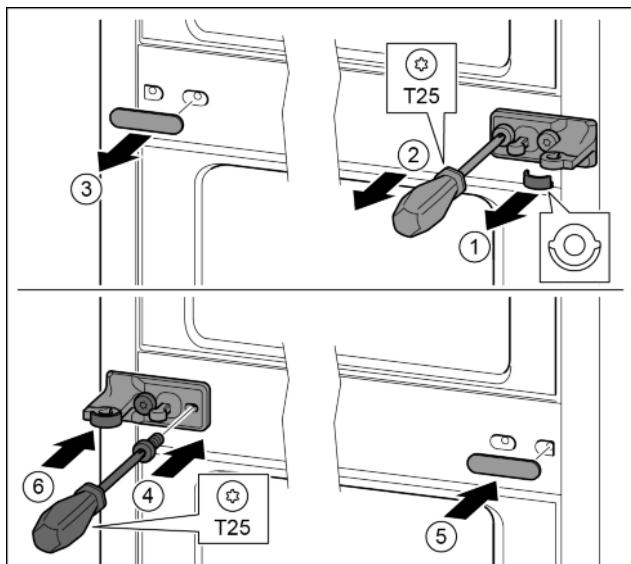

Fig. 13
- Зніміть перстину. Fig. 13 (1)
- Викрутіть гвинти за допомогою викрутки T25. Fig. 13 (2)
- Обережно зніміть кришку. Fig. 13 (3)
- Опорний кронштейн із пілікою, повернутий на 180°, закріпіть гвинтами з іншого боку. Fig. 13 (4)
- Почепіть кришку, що повернута на 180°, з іншого боку праворуч. Fig. 13 (5)
- Встановіть шайбу спереду. Fig. 13 (6)